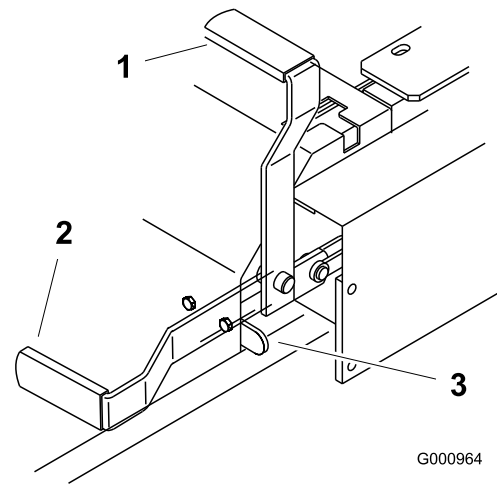

Figure 11
2. Tirez le frein de stationnement vers le haut et l'arrière pour le serrer (Figure 11). Une fois serré, le frein de stationnement ne doit plus bouger.
Poussez le levier du frein de stationnement vers l'avant et vers le bas pour le desserrer (Figure 11). Le frein de stationnement est desserré et le levier est en appui contre la butée du frein.